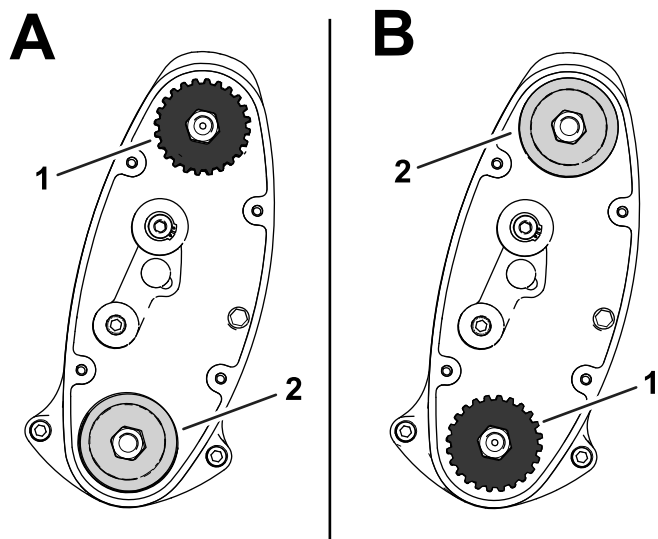

Figura 16
- Posição **ALTO**: “A” em Figura 16
- Posição **BAIXO**: “B” em Figura 16